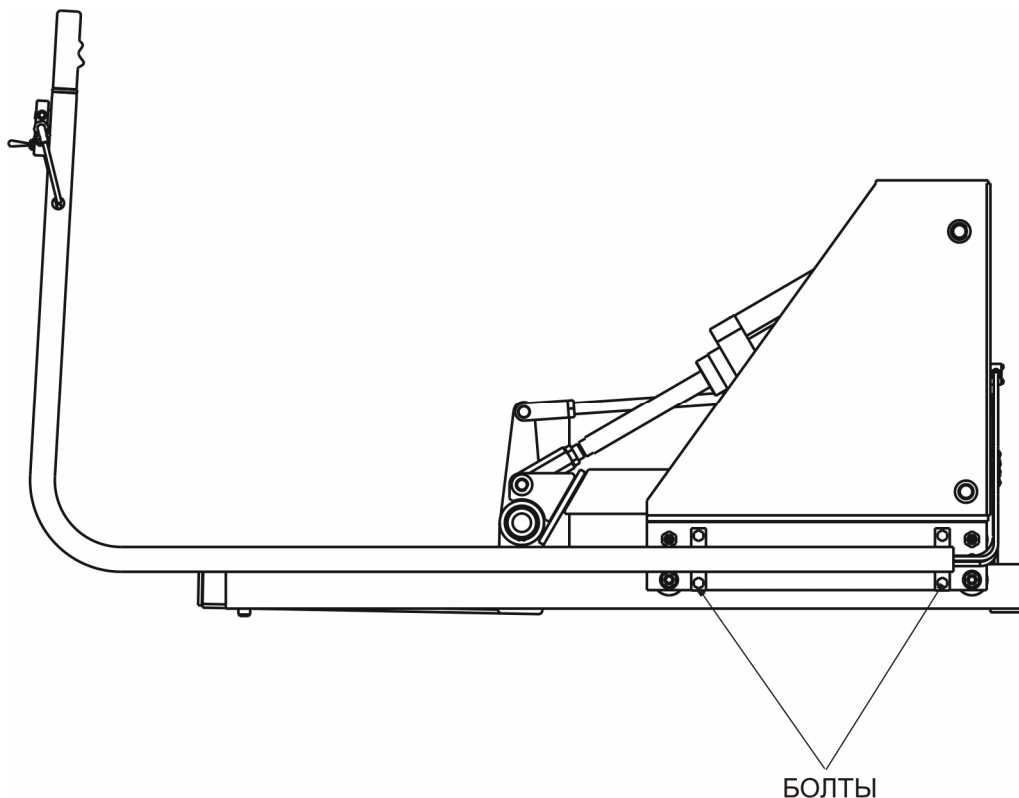

Рисунок 2.3
2.1.3.3 Установить рукоятку управления лифтом на 4 болта, рисунок 2.3.